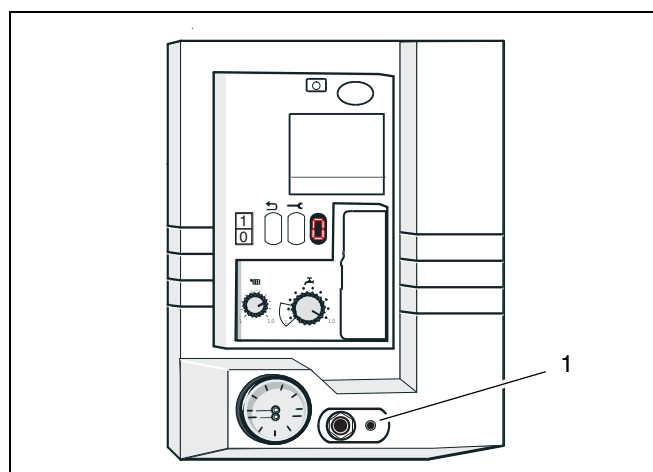

Fig. 14 Allacciamento del Service-Tool
- Aprire lo sportellino posto sul lato anteriore della caldaia ed inserire la doppia spina del Service-Tool nelle apposite prese di collegamento (fig. 14, pos. 1).